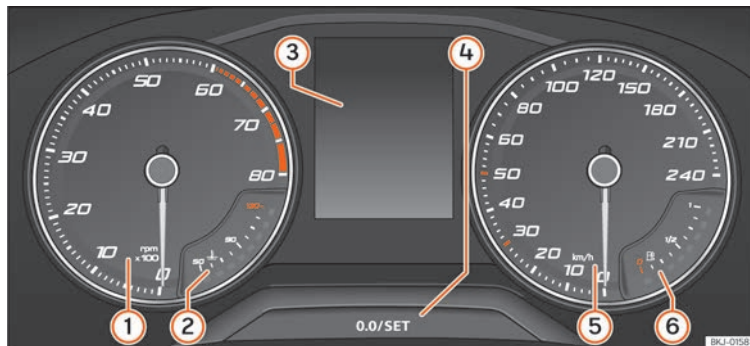

Fig. 61 Painel de instrumentos monocromático no painel de bordo.
Explicações sobre os instrumentos »» **Fig. 61:**
- Pressione brevemente o botão **0.0/SET** » » Fig. 61 ④ para repor o conta-quilómetros parcial em 0.
- Mantenha pressionado o botão **0.0/SET** ④ durante 3 segundos e visualizará o valor anterior.